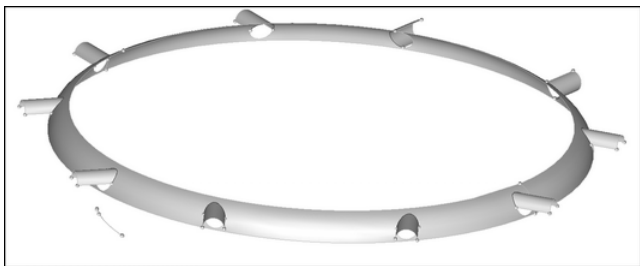

图 5-123 Edge Tools Isolate
(1) 在几何模型渲染模式 (Geometry Color Mode) 中选择 (🔍 Auto) 选项, 在下拉式菜单中选择 By Topo, 并勾选实体渲染 (Shaded Geometry) (🔍) 复选框。
(2) 选择 Edge Tools 面板。
(3) 单击 Isolate 按钮。HyperMesh 将对模型中的自由边进行辨别, 如图 5-123 所示。
(4) 选择 Free Edges 面板, 并单击 Equivalence 按钮。通过自由边操作, HyperMesh 将一次性的合并模型中所有的自由边对。如果通过本步操作后, 模型中依然有未合并的自由边对, 尝试适当增加清理容差 (Tolerance) 的大小, 并再次执行合并操作。
(5) 切换回 Edges Tools 面板, 重新单击 Isolate 按钮。用户界面中将弹出窗口 “No